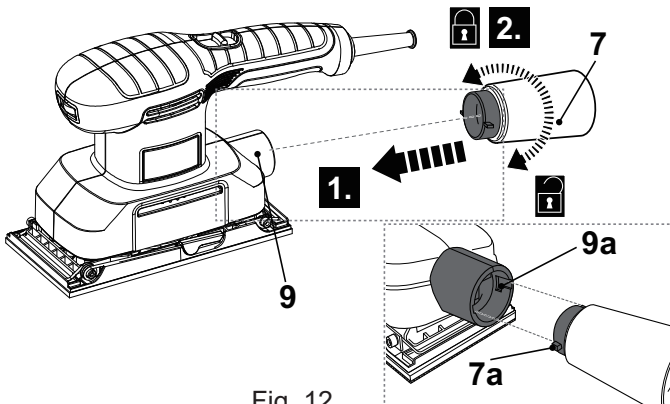

Fig. 12
- > Alignez les picots (7a) avec les encoches (9a) puis insérez l'adaptateur d'aspiration (7) dans la buse d'évacuation des poussières (9) jusqu'en butée (Fig. 12, étape 1).
- > Tournez l'adaptateur d'aspiration (7) dans le sens horaire pour le verrouiller en place (Fig. 12, étape 2).